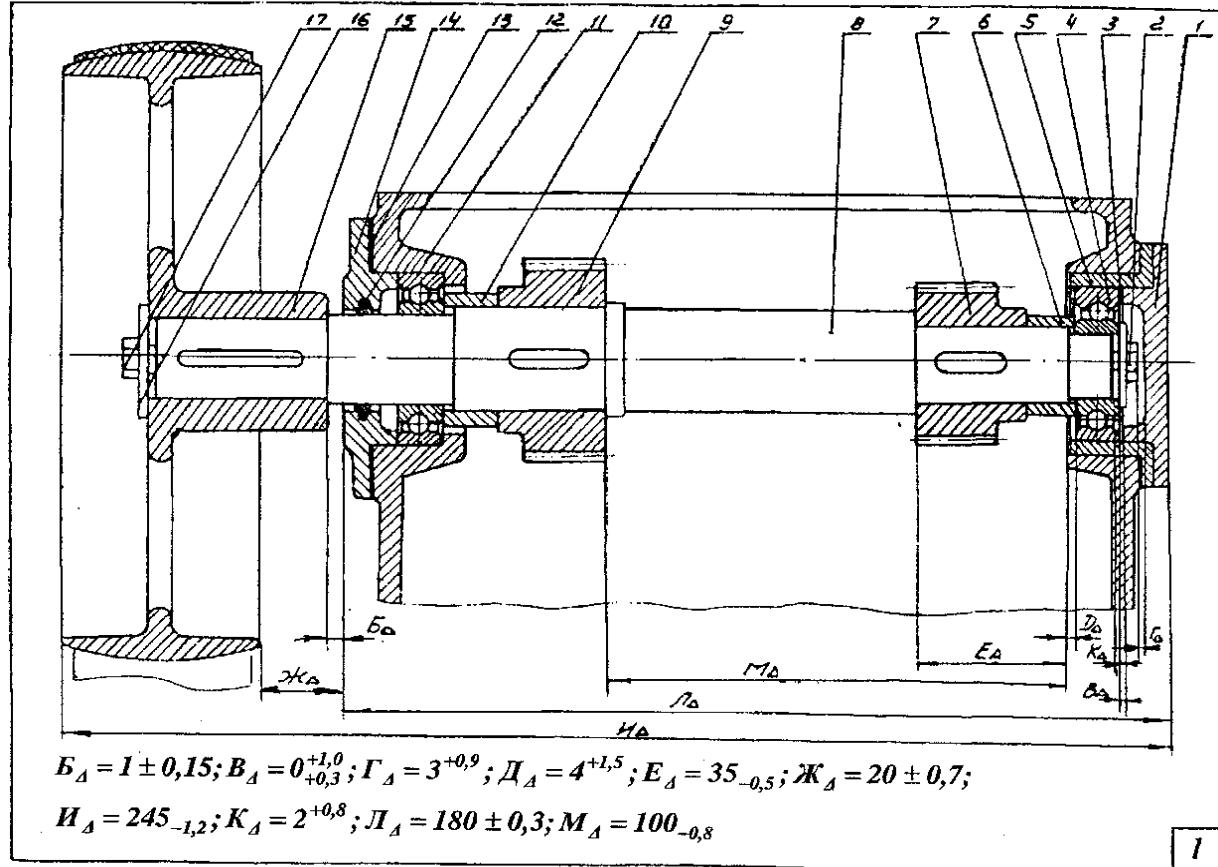

Рис. 1 – Сборочный чертеж №1
- A1. Определить, чему равен наибольший размер отверстия в посадке на рис.1, а)
- A2. Определить, какая из посадок на рис.1 является посадкой с натягом в системе вала
- A3. Определить, чему равен наименьший зазор в посадке на рис.1, г)
- A4. Определить, чему равен допуск вала на рис.1, а).
- A5. Сделать заключение о годности отверстия на рис.1, д), если его действительный размер равен 79,997 мм
- A6. Определить, какой из валов на рис.1 имеет символическое обозначение р5